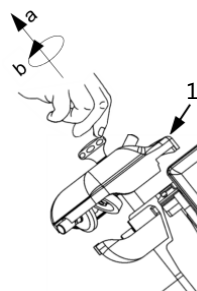

Fig. 25
3. Desenrosque el tornillo de fijación del afilador (18) tirando del tapón (1) hacia arriba (a, fig. 25) y girándolo en 180° (b, fig. 25).